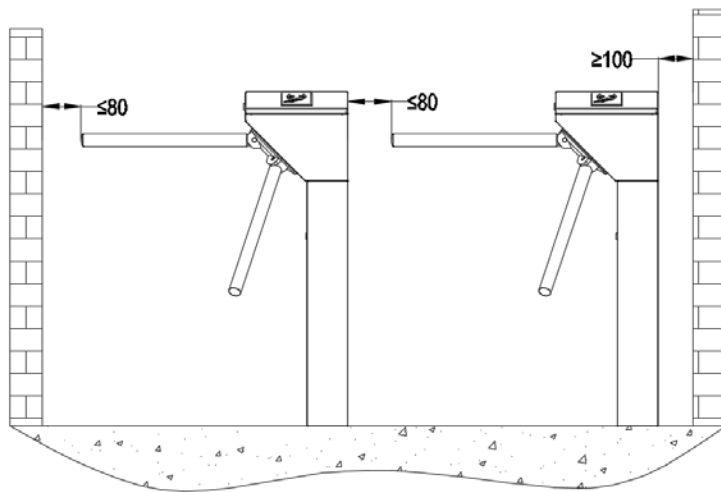

Рис. 3-1
Оборудование должно быть установлено на бетонном основании, убедитесь в качественном крепеже болтами. Мы советуем Вам установить вспомогательную раму для образования полноценной проходной линии, как показано на рис. 3-1.
2. Расстояние от преграды до края преграждающих планок не должно превышать 80 мм. (см рис. 3-1).